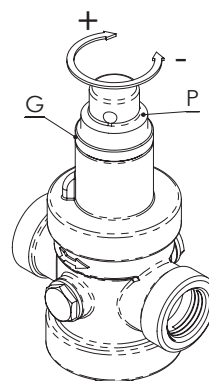

FIG. 3B
Regolazione Art. T15C: Per modificare la pressione in uscita è sufficiente allentare la ghiera (G) e ruotare il premi-molla P come illustrato in Fig. 3B; ruotando in senso orario la pressione in uscita aumenta, ruotando in senso antiorario la pressione in uscita si riduce. La corretta regolazione della pressione va fatta ad impianto chiuso.
Regulation for type T15C: to modify the outlet pressure, unscrew the ring (G) and turn the stem P as shown in Fig. 3B; by turning clockwise, the outlet pressure will increase, by turning anticlockwise, the outlet pressure will decrease. The correct regulation of the pressure has to be done while circuit is closed.